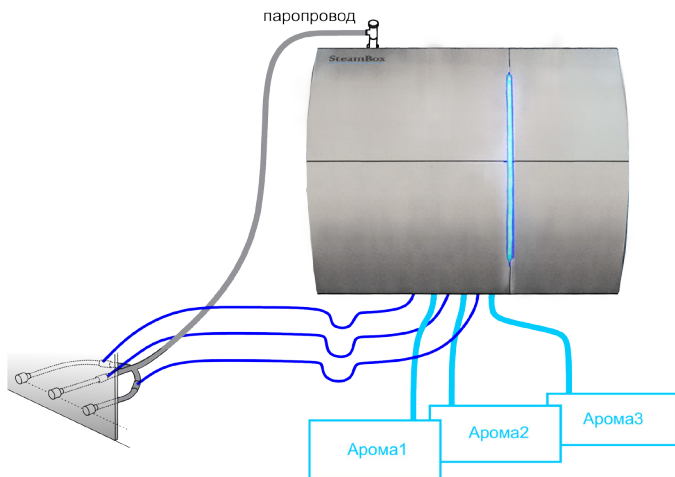

Рис. 14. Подключение ароматизации
4. Выполните трубопроводные подсоединения (рис.6). В случае использования системы ароматизации см. рисунок 14.